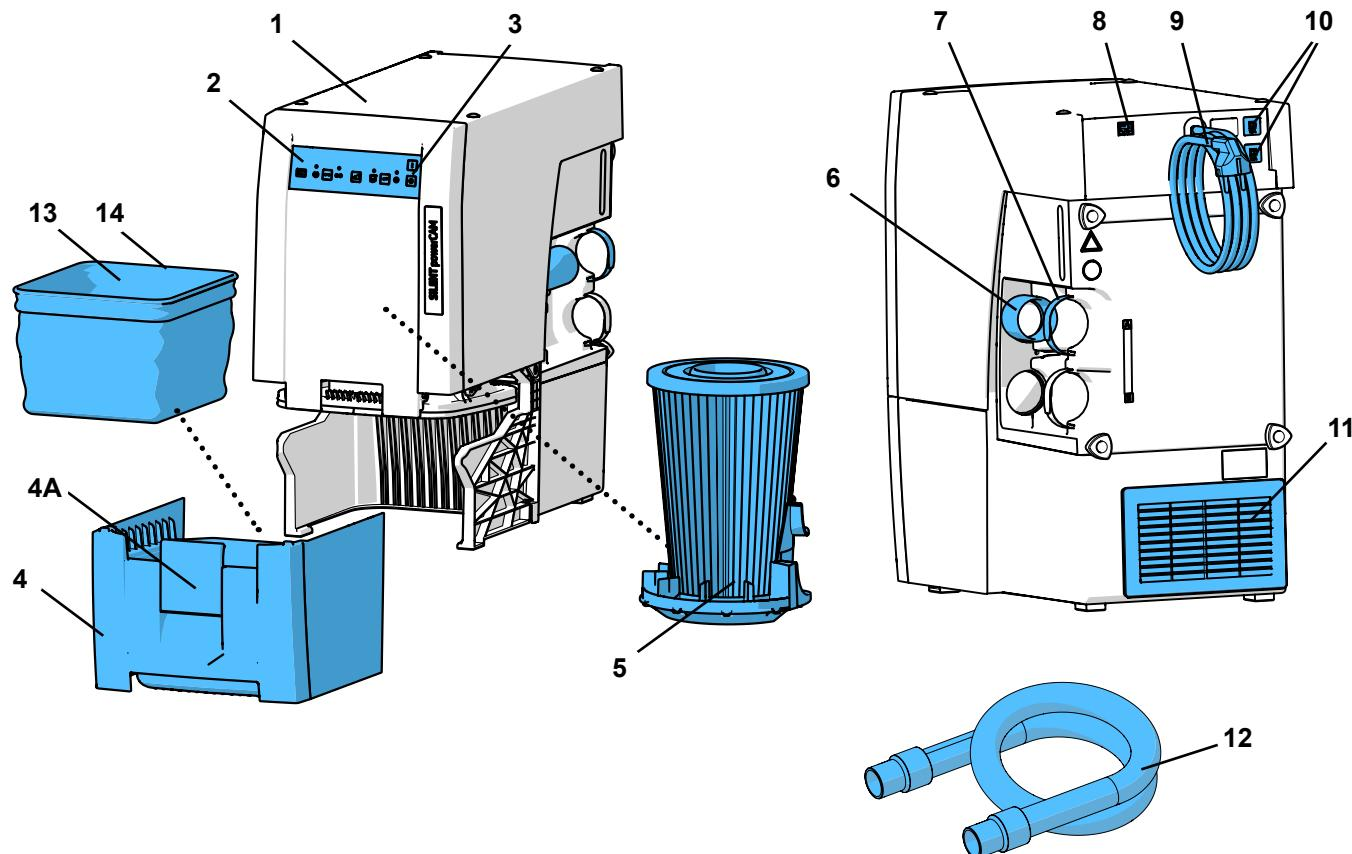

Fig. 1
- a exaustão de ar (11, Fig. 1) não fique obstruída.
- Conduta externa de exaustão (A) (ver cap. 4.6).
- Abertura na parede do armário (B), no mín. 250 x 1120 mm, diretamente à frente da exaustão de ar (11, Fig. 1).
- Remover a parede posterior do armário (C), distância das costas do armário em relação à parede: no mín. 50 mm.
- ⇒ Desenrole o cabo elétrico (9, Fig. 1) e insira o plugue em uma tomada da instalação elétrica do edifício.